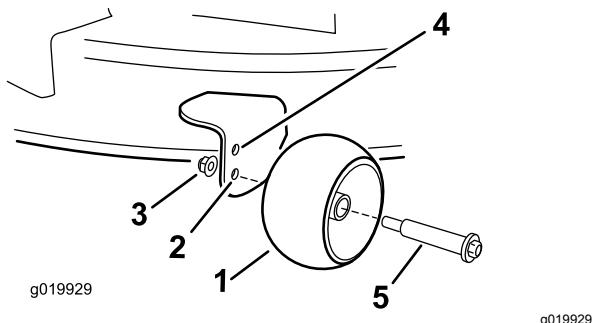

Figura 28
posición de altura de corte de 63 mm o menos (Figura 28).
- Taladro inferior – utilice esta posición cuando la carcasa de corte está en la posición de altura de corte de 76 mm o más (Figura 28).